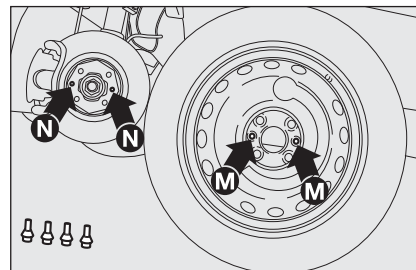

fig. 13
- montare il ruotino facendo coincidere i fori **M-fig. 13** con i relativi perni di centraggio **N-fig. 13**;